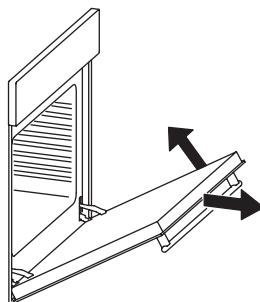

fig. 12: Ovendeur verwijderen
- Doe de ovendeur half dicht en neem de deur uit de steunen (zie fig. 12). Ga voorzichtig met de ovendeur om en laat de scharnieren in positie.